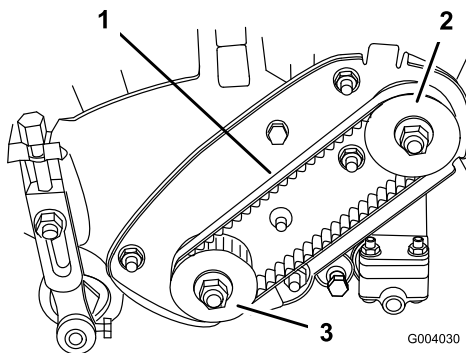

Figura 34
2. Verificate la tensione premendo sulla cinghia (Figura 34) al centro tra le pulegge, applicando una forza di $2 \pm 0,5$ kg. La cinghia deve flettersi di 4,8–7,9 mm. Se la flessione non è esatta, procedete alla voce seguente.